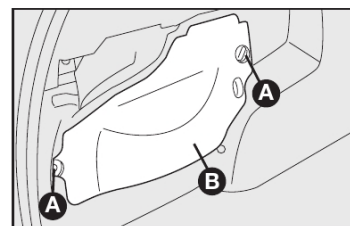

fig. 4
- Girar 1/4 de volta as travas **A-fig. 4** e retirar a tampa plástica **B-fig. 4**.